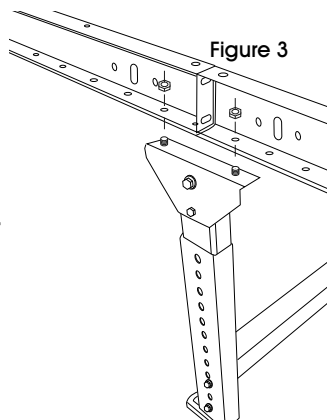

Figure 3
**Bolting a single H-Stand to two conveyor frames:** Position the H-Stand halfway between the end of two conveyor frames, lining up one hole on each conveyor with the H-Stand. Fasten bolts through conveyors and H-Stand. (See Figure 3)
Boulonnage d'un même pied de soutien en H à deux cadres de convoyeur : Positionnez le pied de soutien en H à mi-parcours entre l'extrémité de deux cadres de convoyeur en vous assurant de faire coïncider un trou situé sur chacune des extrémités avec le pied de soutien en H. Fixez les boulons en les faisant passer à travers le convoyeur et le pied de soutien en H. (Voir Figure 3)